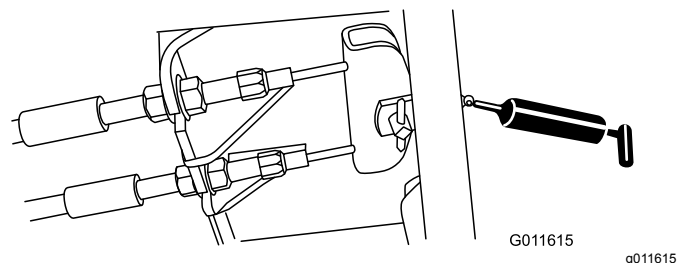

Figura 52
- Pedal de freno (1) (Figura 52)